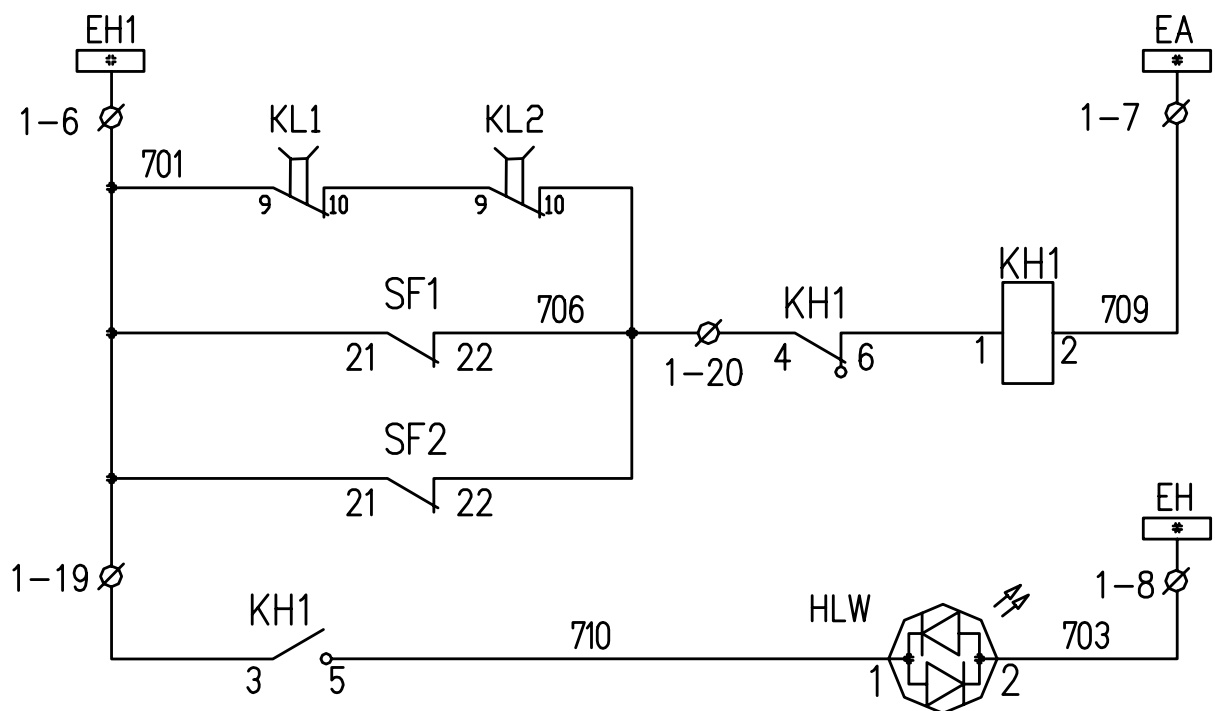

Рис. 2 Цепи сигнализации.
2.6. Цепи сигнализации шкафа ШАП (рис. 2) позволяют выводить сигнал «неисправность цепей питания» на токовую (0,5А) шинку ЕА предупредительной сигнализации.